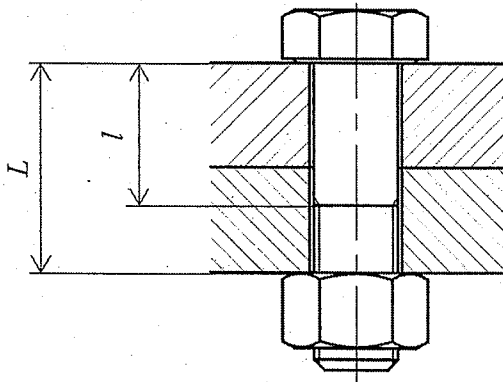

図 3-1
I. 図 3-1 に示したように, ボルトとナットで 2 枚の板を締結することを考える. ボルトを締めると軸力が生じ, 板が圧縮され, ボルトが伸びる. その時, ボルトにおいて軸力が生じている部分の長さを L , その部分のばね定数を C_b , 円筒部の長さを l , 円筒部の断面積を S , ねじ部の有効断面積を s とする. ボルトに生じる軸力を F , 2 枚の板の圧縮量を δ_p とすると, 2 枚の板のばね定数は, $C_p = F/\delta_p$ で表される. δ_p は微小とする. 以下の設問に答えよ.
- (1) 長さ h , 断面積 A , ヤング率 E の丸棒の長さ方向のばね定数 k は $k = AE/h$ で表される. このとき, ボルトのばね定数 C_b を L, l, S, s およびボルトの材料のヤング率 E で表せ.
- (2) ボルトの伸び量と 2 枚の板の圧縮量の比を C_p, C_b で示せ.